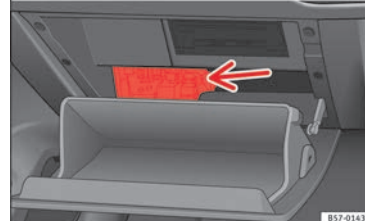

Fig. 103 Cassetto portaoggetti (guida a destra): accesso alla scatola dei fusibili.
• Smontare il freno di apertura »» **fig. 103** **A** in due passaggi: sbloccare innanzitutto il freno tirandolo all'indietro (freccia **1**) e poi spostarlo leggermente verso destra (freccia **2**). Rimuovere la guida quando il coperchio si trova in una posizione di apertura normale (30°).